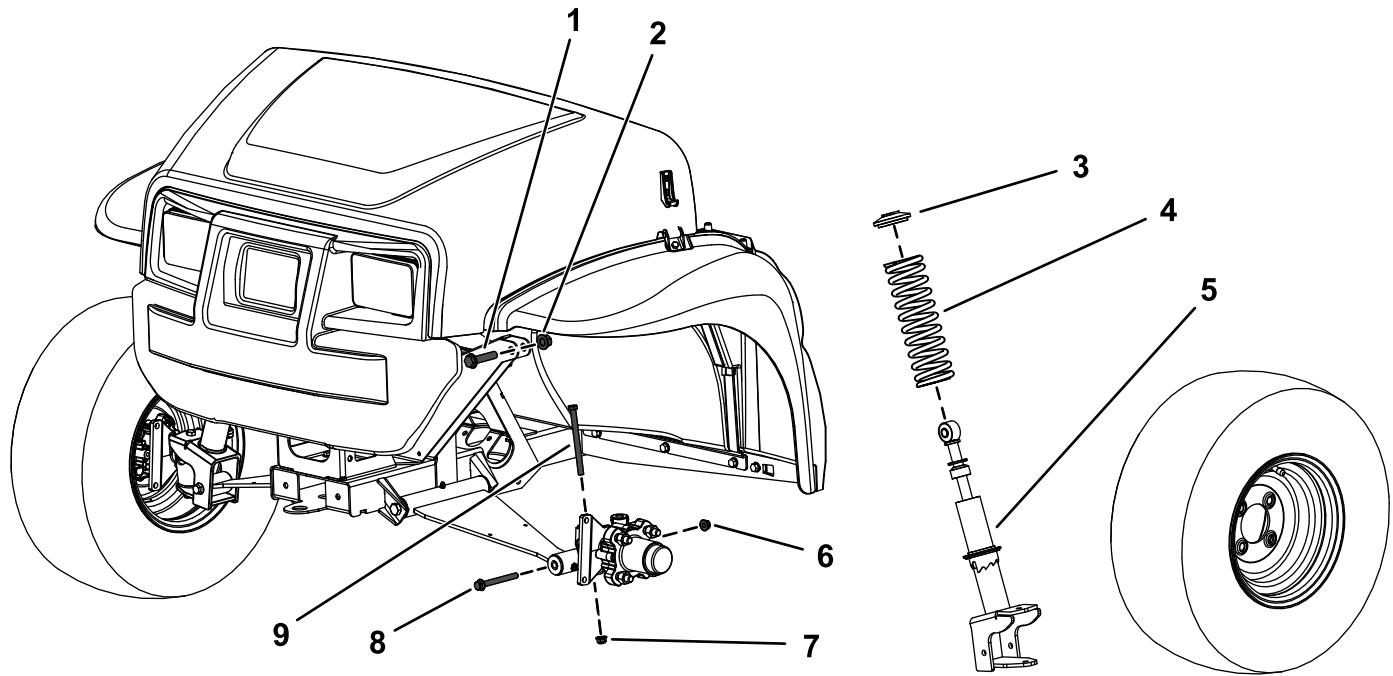

图1
2. 从轴上卸下六角头螺栓 $3/8 \times 4-3/4$ 英寸和凸缘螺母 $3/8$ 英寸 图1。
3. 从控制臂上卸下六角头螺栓 $3/8 \times 3-1/2$ 英寸和凸缘螺母 $3/8$ 英寸 图1。
4. 卸下将支柱组件固定到上机架的六角头螺栓 $1/2 \times 2-1/4$ 英寸和锁紧螺母 $1/2$ 英寸 图1。
5. 拆卸支柱组件 图1。
3. 从支柱组件取下弹簧 图1。
4. 将新弹簧安装到现有支柱组件 图1。
2. 如 图1 所示用上六角头螺栓 $1/2 \times 2-1/4$ 英寸和锁紧螺母 $1/2$ 英寸将支柱组件的上部固定到机架上。
4. 将六角头螺栓 $3/8 \times 4-3/4$ 英寸和凸缘螺母 $3/8$ 英寸安装到轴上 图1。
6. 如 图1 所示用六角头螺栓 $3/8 \times 3-1/2$ 英寸和凸缘螺母 $3/8$ 英寸将支柱组件的下部固定到控制臂上。